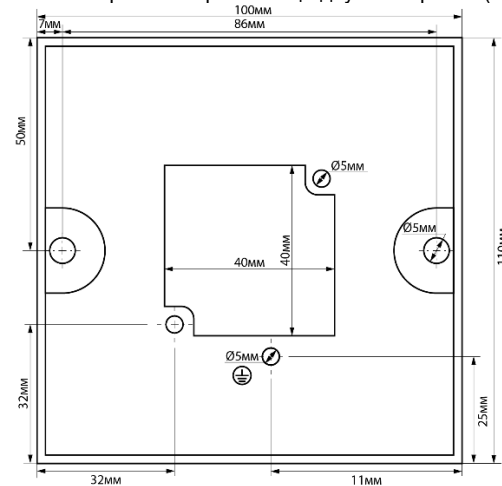

Рис. 1 Основание светильника
2. Затем, используя основание светильника, просверлите в монтажной поверхности два отверстия и вставьте в отверстия пластиковые дюбели. Закрепите основание светильника на монтажной поверхности при помощи двух саморезов (Рис. 1).